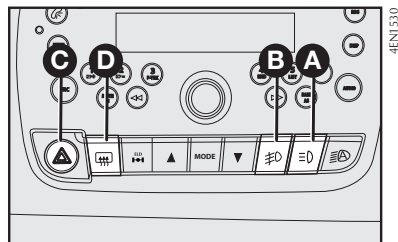

fig. 80
**C** - Botão com indicação de função para ligar/desligar as luzes de emergência **fig. 80**.
Com o dispositivo ligado, em algumas versões, o símbolo sobre o interruptor **C-fig. 80** e o indicador  $\leftrightarrow$ , no quadro de instrumentos, iluminam-se de modo intermitente.
O botão de comando **A-fig. 80** estará habilitado com seu respectivo LED quando for instalado o componente. Para a instalação dos faróis auxiliares, recomendamos dirigir-se à **Rede Assistencial Fiat**.